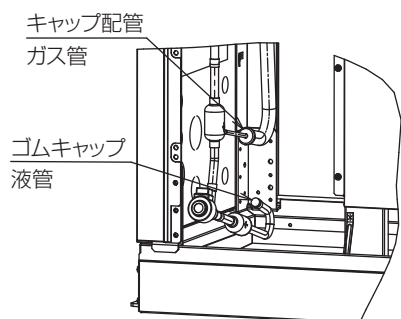

図1
3. 矢視 A に示すガス管キャップ配管のチャージ管（×印部）を切断し、配管内に封入されている窒素ガスを抜く。（図 1）
4. ガス管接続部および液管接続部のキャップ配管、もしくはゴムキャップを取外す。（図 1）